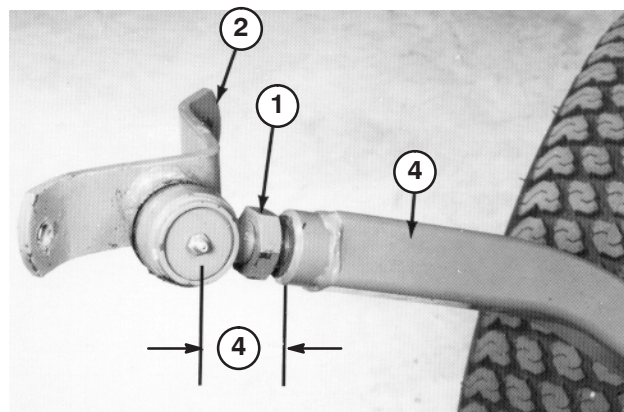

Bild 19
2. Drehen Sie das Kugelgelenk in den rechten Schubarm, bis die Mitte des Kugelgelenkes 60 mm von der Vorderseite des Schubarms entfernt ist (Bild 19). Ziehen Sie die Klemmmutter nicht an.